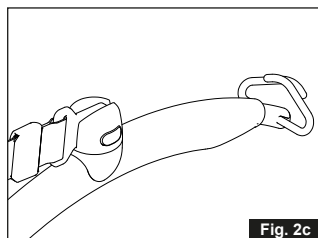

Fig. 2c
2. Slipp den gule knappen (fig. 2c)